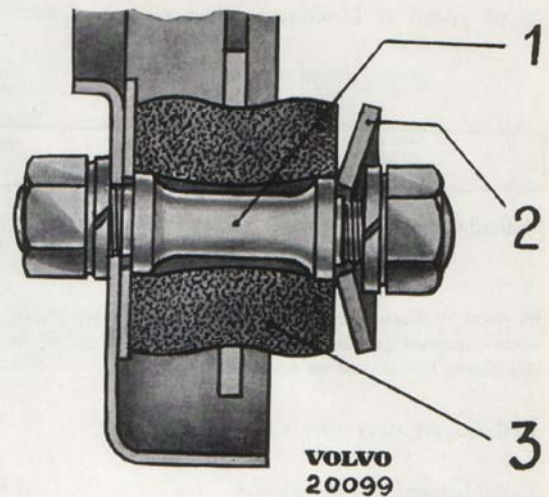

Bild 18. Stödlagrets upphängning, tid utf.
Spänn fast stödlagerhuset i hållaren. Om gummibussningarna (3, bild 18) är skadade skall de bytas ut. Brickorna (2) vid gummibussningarna skall vändas med den konvexa sidan mot gummit.